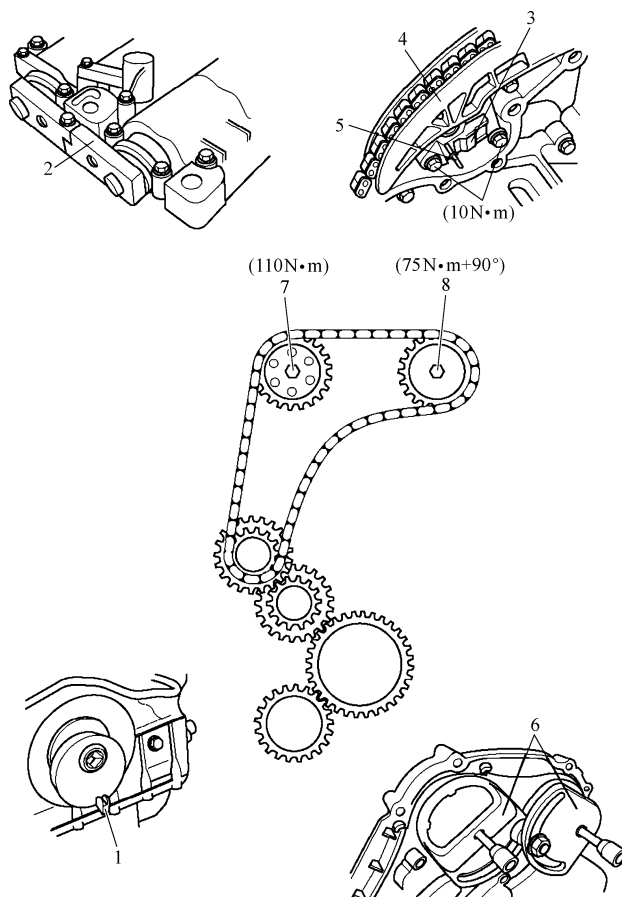

图 10-3 3.2L 发动机正时链条部件识别及紧固力矩
3.2L 发动机正时链条部件识别见图 10-3。
2	顺时针转动曲轴，直至曲轴定位工具上的销子起作用为止（图 10-3 中的 1）
3	安装凸轮轴锁止工具（图 10-3 中的 2）
4	松开正时链条张紧器的棘轮（图 10-3 中的 3），压下正时链条张紧器滑轨（图 10-3 中的 4），插入正时链条张紧器锁止销（图 10-3 中的 5），将正时链条张紧器锁止在压缩位置
5	安装凸轮轴链轮拆卸工具（图 10-3 中的 6）
6	把凸轮轴链轮的螺栓松开（图 10-3 中的 7 和 8）
1	确保曲轴定位工具正确安装（图 10-3 中的 1）
2	确保凸轮轴锁止工具（图 10-3 中的 2）正确安装
6	拆下正时链条张紧器锁止销（图 10-3 中的 5）
7	安装凸轮轴链轮拆卸工具（图 10-3 中的 6）
10	拆下凸轮轴锁止工具（图 10-3 中的 2）
11	解除曲轴定位工具上的销子（图 10-3 中的 1）
12	顺时针转动曲轴 2 周，直至曲轴定位工具上的销子起作用为止（图 10-3 中的 1）
13	确保凸轮轴锁止工具（图 10-3 中的 2）能正确安装